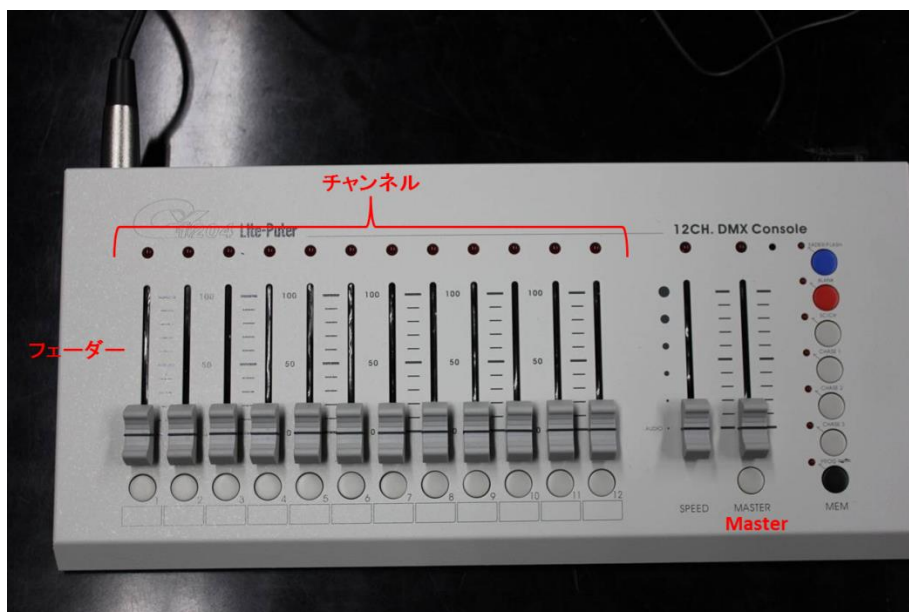

図 1. DMX コントローラー
- ・ DMX コントローラー (図 1 参照)
- ①電源ボックスに DMX コントローラーとホロライトをそれぞれ接続する。
- ②DMX コントローラーのつまみの位置が図 1 のようになっていることを確認する。